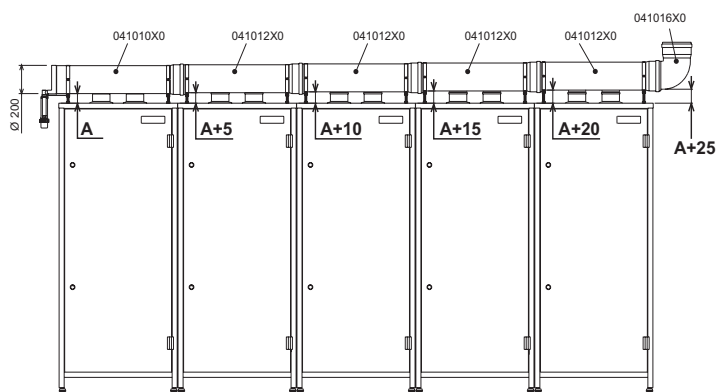
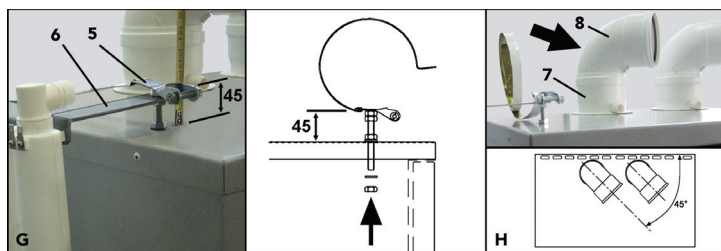
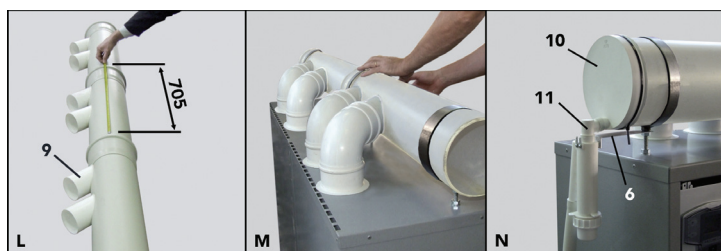

fig. 32 - Installazione di 5 moduli
fig. 35
fig. 36
- G** Montare le flangie di supporto dei collettori "5" utilizzando gli appositi fori previsti sulla sommità dei moduli. La staffa di partenza sul primo modulo deve rispettare la quota di 45 mm. (vedi riquadro "G" fig. 35). E' necessario aumentare tale quota di 5 in 5 nei successivi moduli, in modo da ottenere l'inclinazione del collettore fumi come indicato in fig. 32. Sulla flangia del primo modulo inserire la staffa di supporto del sifone raccogli condensa "6".
- H** Inserire sui tronchetti "7" le curve a 90° M-F "8" posizionandole a 45° rispetto il modulo (vedi riquadro "H" fig. 35). Qualora si stia installando un modulo **AURA COMBI 51/i** utilizzare una sola curva a 90° ed il tappo contenuto nel kit di partenza.
- L** Innestare i tubi fumi (operazione da effettuare a terra) facendo attenzione all'allineamento dei vari attacchi "9" rispettando rigorosamente la misura di innesto di 705 mm (vedi riquadro "L" fig. 36).
- Verificare la corretta inclinazione del collettore (vedi fig. 32) e il corretto imbocco di tutti i tronchetti, curve e valvole, assicurandosi che le guarnizioni non siano fuoriuscite dalle loro sedi (vedi riquadro "M" fig. 36). Far aderire le guarnizioni esterne alla sommità dei moduli. Serrare e fissare quindi le flangie di supporto.